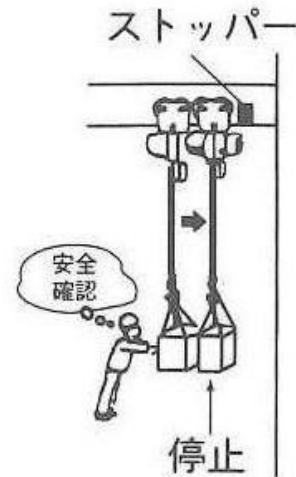

図 16
- (6)電気トロリがストッパーに当たる前に停止するようにして下さい。（図16）